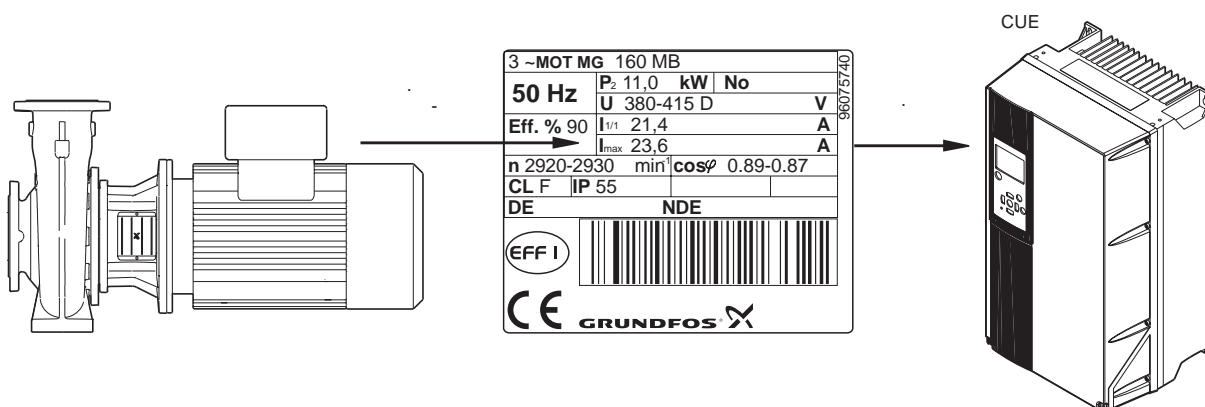

Рис. 134 Подбор CUE на основании максимального тока электродвигателя.
Номинальный типоразмер CUE определяется быстро и точно на основании максимального тока электродвигателя. См. рис. 134.
- Максимальный ток электродвигателя составляет 23,6 А. См. рис. 134.